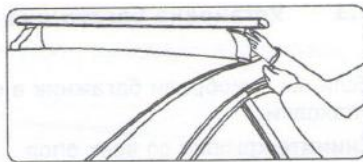

рис. 16
1.3.2.1 Предварительно установите дугу с опорами на крышу вашего автомобиля (рис. 16).